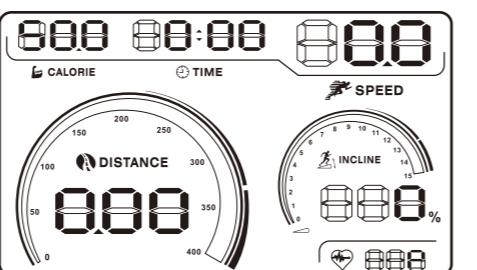

图30
1. 在跑步机处于待机状态下，按3次面板上的 Training Prog键，此时屏幕上的热量（卡路里）窗口闪烁，默认的热量（卡路里）为50.0卡路里，按SPEED（速度）的+（增加）/-（减少）键调整您的理想训练消耗热量（卡路里）。（图30所示）。